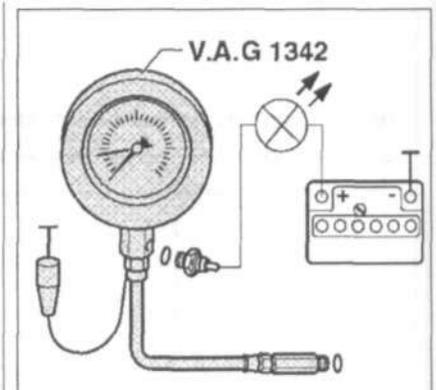

Рис. 7.31. Проверка давления масла и датчика давления.
1. Выкрутите датчик давления и вкрутите его в тестер (рис. 7.31).